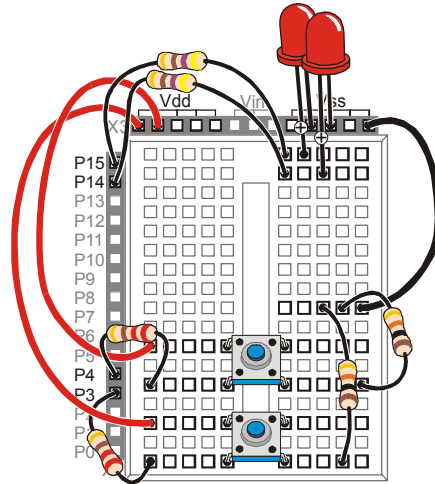

Figura 3-13
- √ Costruite il circuito in Figura 3-12. Se avete bisogno di aiuto nella costruzione del circuito mostrato nello schema, usate come guida lo schema di cablaggio della Figura 3-13.